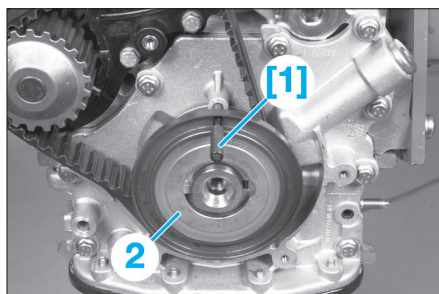

Fig. 8
- Introduire la pige [1] dans la roue dentée de vilebrequin (2) (Fig.8).